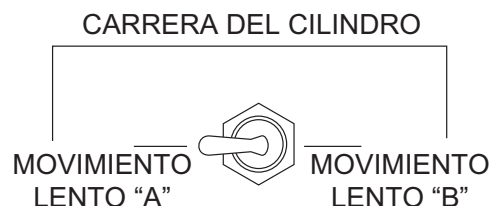

Figura 53. Interruptor de movimiento lento manual del cilindro
2. Coloque sin soltar el **interruptor de movimiento lento del cilindro manual** (Figura 53) en la posición **JOG "A"** o **JOG "B"** para probar la presión de ese cilindro.